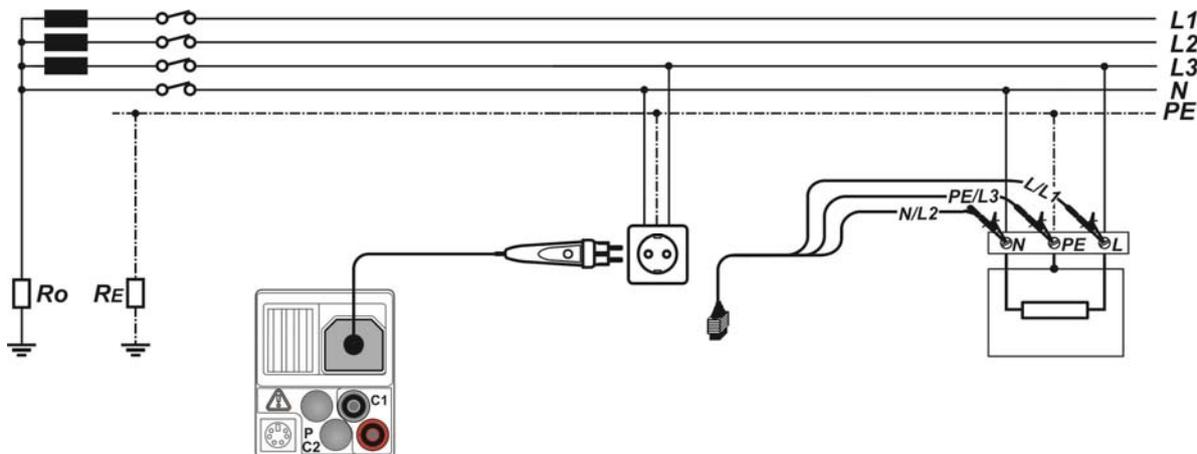

Abbildung 5.27: Anschluss des Commander-Prüfsteckers und der Dreileiter-Prüfleitung
- ❑ **Schließen Sie** die Prüfleitungen an den Prüfling an (siehe *Abbildung 5.20* und *Abbildung 5.27*).